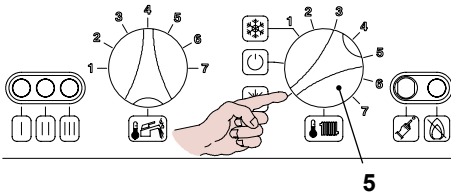

Fig. 8.9
- Ponga el selector 5 como se indica en Fig. 8.9 para salir de la programación, o desconecte la alimentación eléctrica de la caldera.